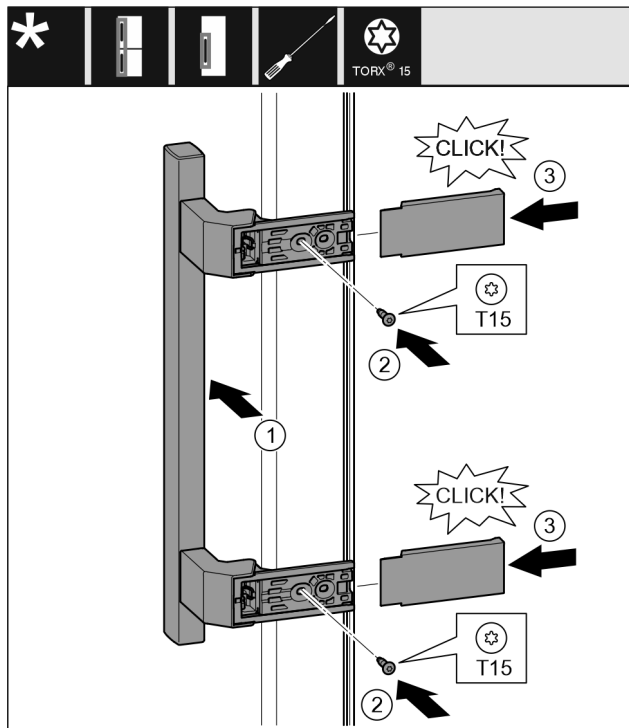

Fig. 16
- ▶ Założyć uchwyt po przeciwległej stronie. Fig. 16 (1)
- ▶ Przykręcić śruby śrubokrętem T15. Fig. 16 (2).
- ▶ Założyć osłony z boku i wsunąć. Fig. 16 (3)